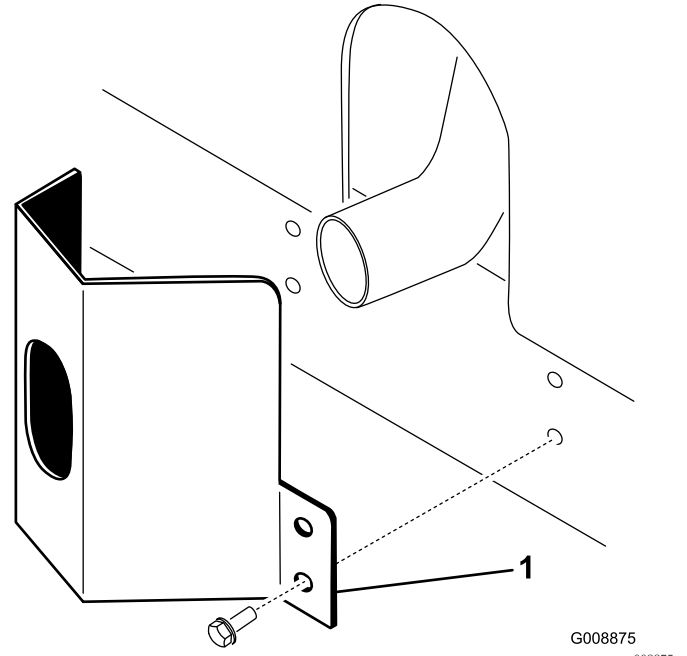

图11
- 用 4 个自攻螺丝将排气护罩固定到机架上（图11）。
- 将排气护罩放到消声器旁边，同时将安装孔与机架中的孔对齐（图11）。